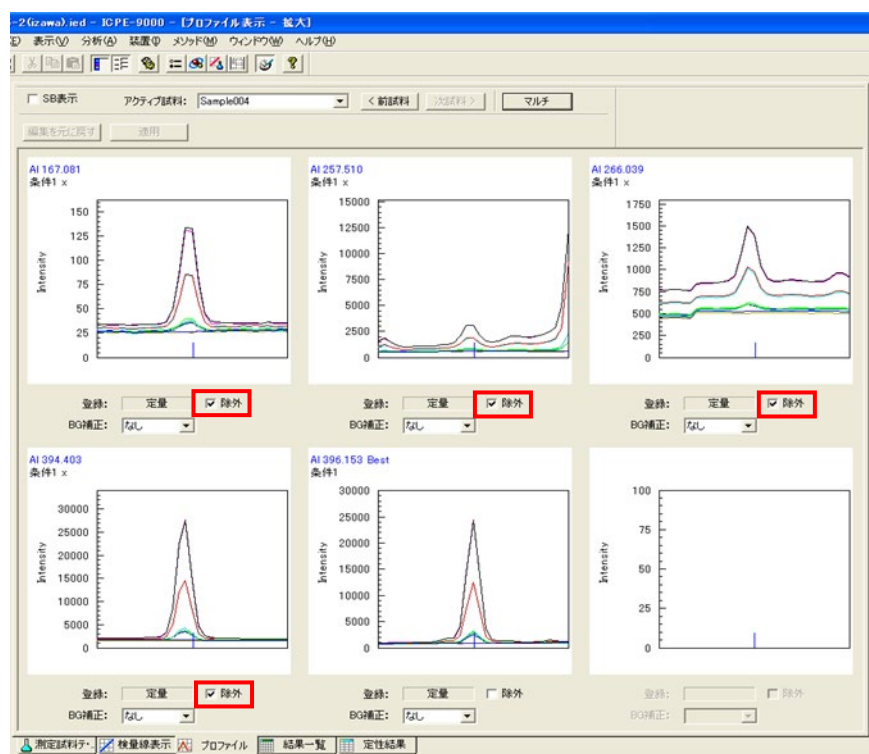

図 63
- ② 1 元素で波長ごとの検量線が表示されますが、**最適波長だけを表示する場合は**、プロフィール画面で **Best** 以外の波長には「除外」にチェックを入れないと表示されません。 図 63